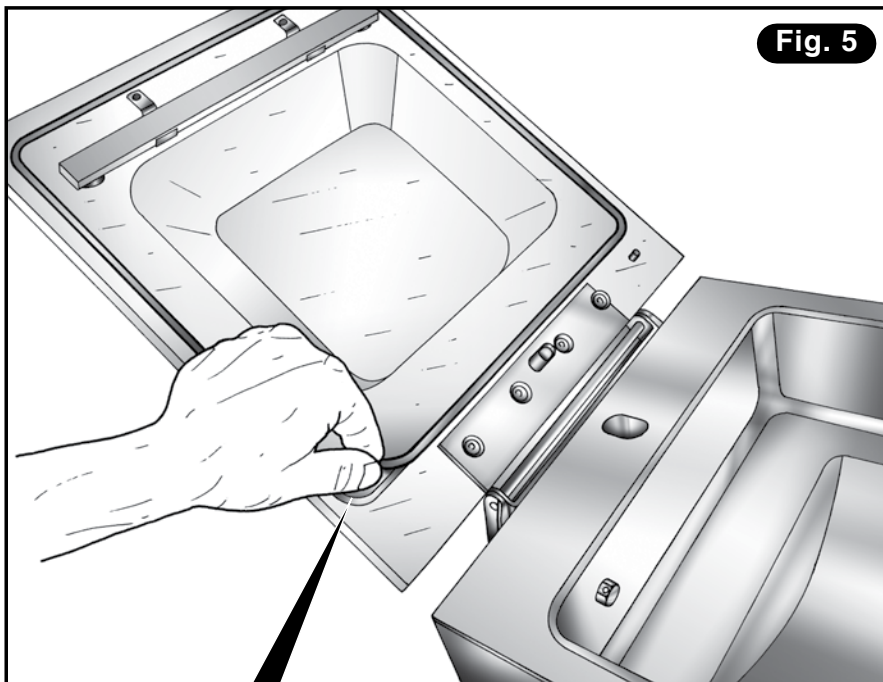

Fig. 5
- 4) Alte Dichtung aus ihrer Nut entfernen. Mit einem neutralen Reiniger die Dichtungsnut sorgfältig reinigen (**Abb. 5**).
- 3) Elastischen Ring vom Befestigungstift des Kolbens entfernen (**Abb. 5**).